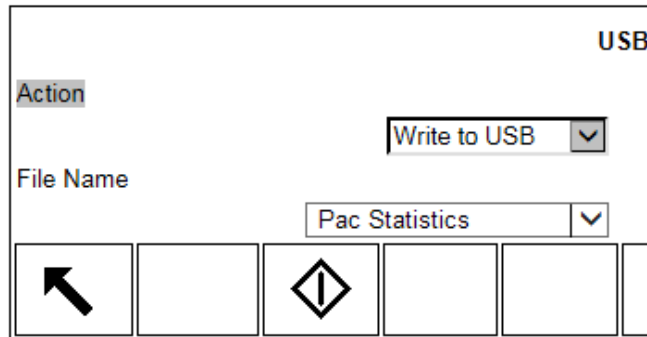

Abbildung D-4: Pac-Statistik auf USB-Flash-Laufwerk schreiben
3. Wählen Sie bei der Auswahl des Dateinamens wie in Abbildung D-4 „Pac-Statistik“ aus.